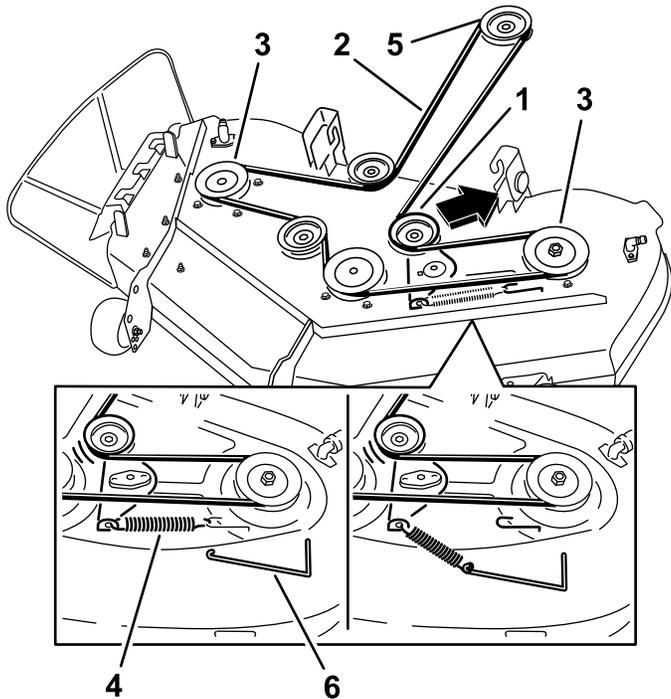

Figure 46
et déchaussez la courroie des poulies (Figure 46).
6. Acheminez la courroie neuve autour de la poulie du moteur et des poulies du tablier de coupe (Figure 46).
7. À l'aide d'un outil de dépose de ressort (réf. Toro 92-5771), accrochez le ressort au crochet situé sur le tablier, afin d'exercer une tension sur la poulie de tension et la courroie du tablier de coupe (Figure 46).